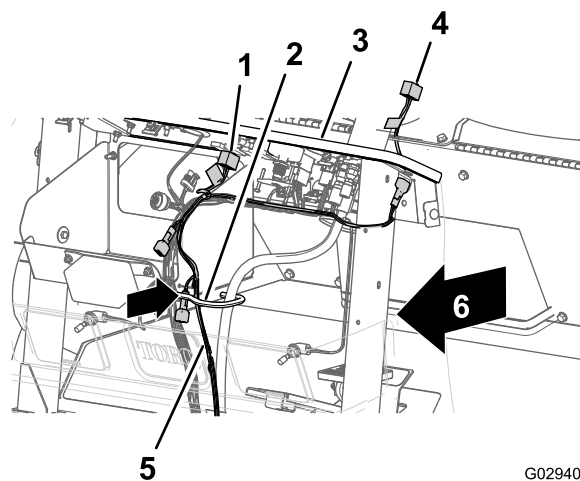

图 197
- 安装线束的 240cm 仪表板支管穿过前舱壁开口处的橡胶套并穿过电缆及软管钩的内侧 图 197。